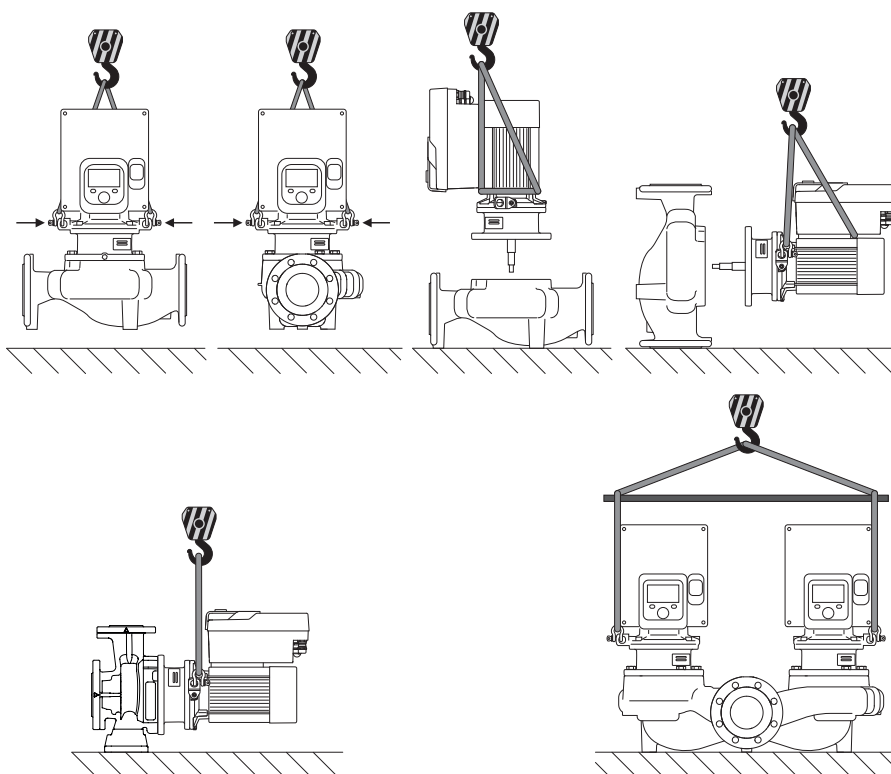

Fig. 6: Løfteretning
Pumpen skal transporteres ved hjælp af tilladt transportgrej (f.eks. sjækkel, kran etc.). Transportgrejet skal fastgøres på transportringene, der sidder på motorflangen. Skub om nødvendigt løftestopper ind under adapterpladen (Fig. 6).
1. Lad to transportringe (Fig. I, pos. 30) blive på motorflangen.
2. Fastgør indstikssættet (Fig. 4) som sikring med egnet løftegrej i transportringene. For at undgå at enheden vælter, skal du lægge en remsløjfe rundt om elektronikmodulets motor og adapter, som vist i Fig. 6. Sørg ved fastgørelsen for ikke at komme til at beskadige elektronikmodul.
3. Løsn og fjern skruerne (Fig. I/II/III/IV, pos. 29).